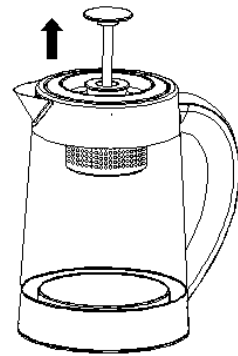

Fig. 8
2. Plaats het deksel na het toevoegen van water op de juiste manier; til de theezakje Fig.8 op na het deksel te hebben afgedekt en plaats de ketel vervolgens op de basis; Steek de stekker in het juiste stopcontact en de zoemer piept twee keer en alle lampjes branden gedurende één seconde, dus de waterkoker staat in stand-by als er geen andere bediening is.